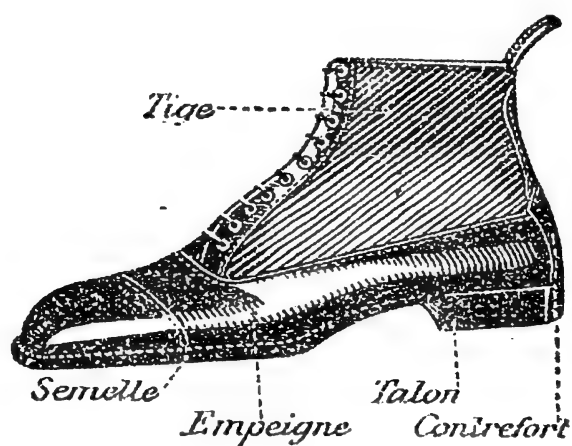

Fig. 2. — Les diverses pièces d'un soulier
**1. Un soulier.** — Il est formé de plusieurs pièces de cuir cousues ensemble (fig. 2). La *semelle* est épaisse, dure, et nous la plions difficilement à la main. Le *talon* est formé de plusieurs lames de cuir plus épaisses encore. La pièce qui protège les orteils, l'*empeigne*, est moins épaisse, mais cependant encore difficile à déformer ; à la marche, il s'y forme des plis persistants. La *tige*, qui entoure les chevilles et le bas de la jambe, est mince et souple ; on peut la plier, l'enrouler facilement ; en arrière, elle est doublée d'un cuir plus dur, le *contrefort*. Enfin, en avant, une languette. la *patte*, est mince et souple comme de l'étoffe.